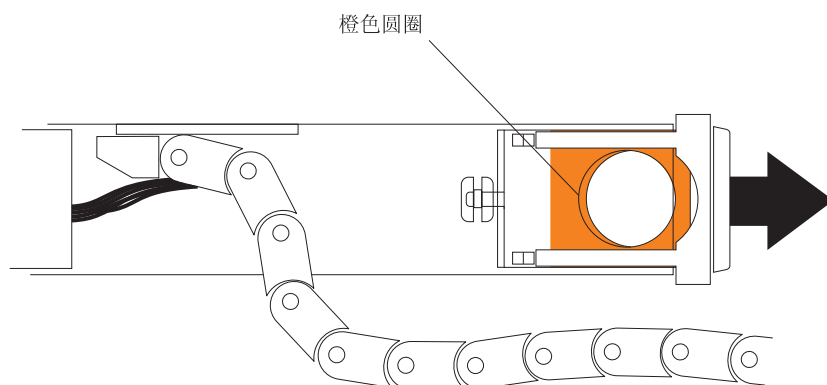

图 89. 连接到驱动器抽屉的水平安装支架
- d. 从驱动器抽屉断开右侧电缆链安装支架的连接。握住橙色手柄（请参阅图 89），然后将安装支架从驱动器机柜中完全拉出。卸下右侧电缆链。